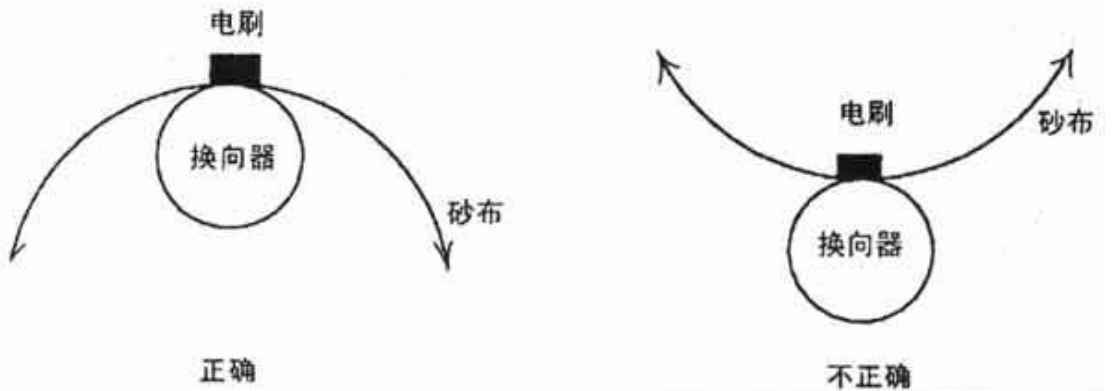

图 8 研磨电刷示意图
4.3.1 电刷与换向器工作面应有良好的接触, 电刷压力正常为 0.15-0.25Kgf/cm2。电刷在刷握内应能滑动自如, 其与刷盒之间间隙应适量 (0.15mm 左右)。电刷磨损或损坏时, 应以牌号及尺寸与原来相同的电刷更替之, 并且用“0”号砂布进行研磨, 砂面向电刷, 背面紧贴于换向器, 研磨时随换向器作来回移动, 如图 8 所示。